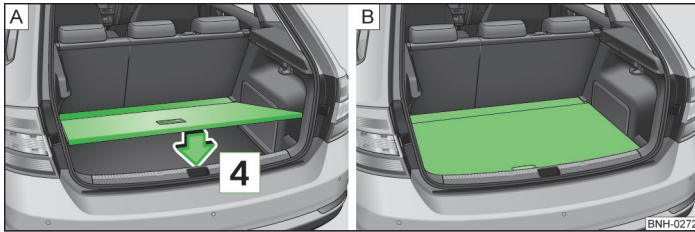

Abb. 69 Variablen Ladeboden in die obere Position einstellen / variabler Ladeboden in der oberen Position
- Den variablen Ladeboden in Pfeilrichtung **4** » Abb. 69 - **A** legen.
Unter dem variablen Ladeboden in der oberen Position » Abb. 69 - **B** entsteht ein Raum zum Verstauen von Gegenständen. ■